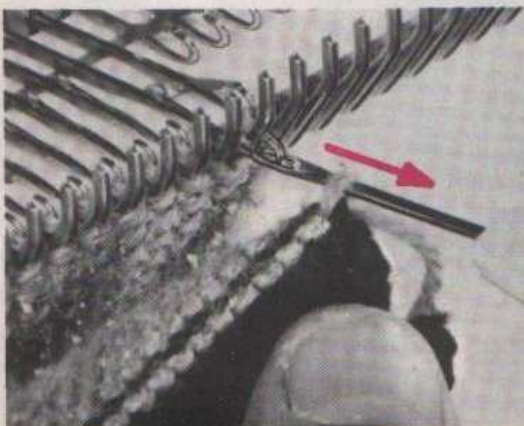

Fig. 61
2°/Faire un montage à mailles ouvertes (voir pages 17 et 18) avec une laine perdue  $\textcircled{P}$  (en foncé sur la fig. 61), c'est-à-dire n'importe quelle laine fine d'une couleur différente de celle  $\textcircled{T}$  (en clair sur la fig. 61) du tricot. Poser le cordonnet.
- Introduire le poinçon dans la 1° maille de droite du 1° rang tricoté en laine (T).
- Accrocher le chas du poinçon dans le crochet de la 2° aiguille de droite (fig. 61).